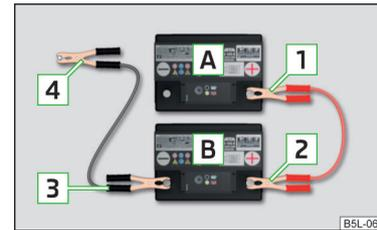

Fig. 179
- Conecte el borne 1 al polo positivo de la batería descargada A » fig. 179.